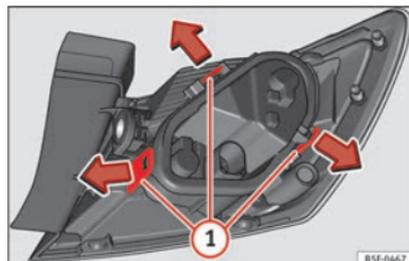

Fig. 219 Linguetta di fissaggio nella parte posteriore del fanale di coda.
- Smontare il portalampada » **fig. 219** sbloccando le linguette di fissaggio ①.